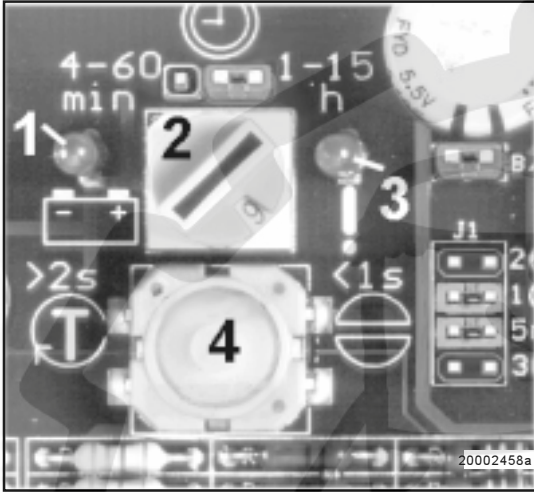

Abb. 20 - Leuchtdioden der Steuerplatine
Hinweis: Die Störungsquittierung bzw. Rückstellung der Störung und das Auslösen einer Zusatzschmierung kann auch mit Hilfe des Tasters 4 an der Steuerplatine (Abb. 20) erfolgen.
*Hinweis: Die Störungsquittierung bzw. Rückstellung der Störung und das Auslösen einer Zusatzschmierung kann auch mit Hilfe des Tasters an der Steuerplatine (Abb. 20) erfolgen. Der Taster muß dazu < 1 Sekunde bzw. > 2 Sekunden gedrückt werden. **Voraussetzung, Maschinenkontakt bzw. Fahrtschalter, ist eingeschaltet***
- Ob Spannung an der Steuerplatine anliegt, ist am Aufleuchten der linken Leuchtdiode (LED) 1 Abb. 20 erkennbar.